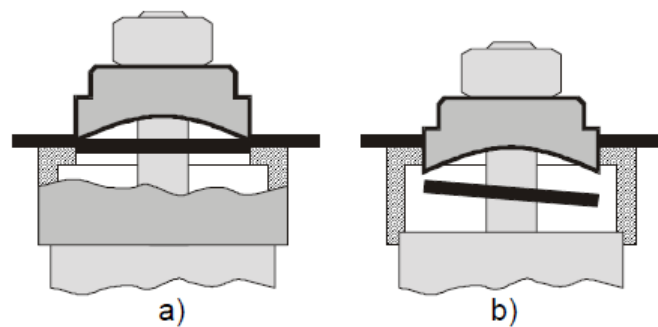

Рисунок 4 – Процес пробивання
7. Подавати гідравлічну оливу до моменту пробивання отвору (Рис. 4а, 4b).